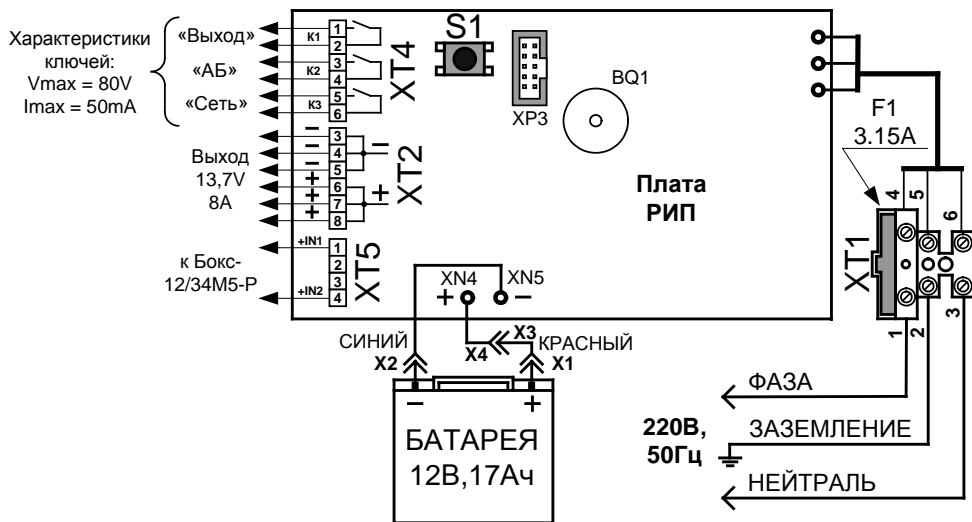

Рис. 2
**ВНИМАНИЕ! При подключении внешнего питающего напряжения 220 В к сетевой колодке ХТ1 необходимо соблюдать правильность подключения проводов «фаза» и «нейтраль». Подключение производить в соответствии с Рис. 2. Схема подключения также расположена на внутренней стороне корпуса РИП.**
3.2.4 Согласно схеме соединений (рис. 2):
б) изъять из колодки вставку F1 (3,15 А), подключить сетевые провода к входной колодке (фаза (L) должна быть подключена к ХТ1:1, см. рис. 2);
4.2.3 РИП обеспечивает программирование следующих режимов индикации и сигнализации нажатием на кнопку S1 (при открытой крышке РИП), находящуюся на плате см. рис.2.